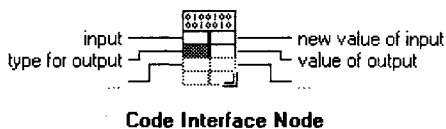

Рис. 12.52. Функция Узел кодового интерфейса
3. Наконец, если у вас есть желание написать собственный код на C и внедрить его в LabVIEW, обратитесь к функции **Узел кодового интерфейса** (Code Interface Node – CIN) из палитры **Расширенные** (рис. 12.52).